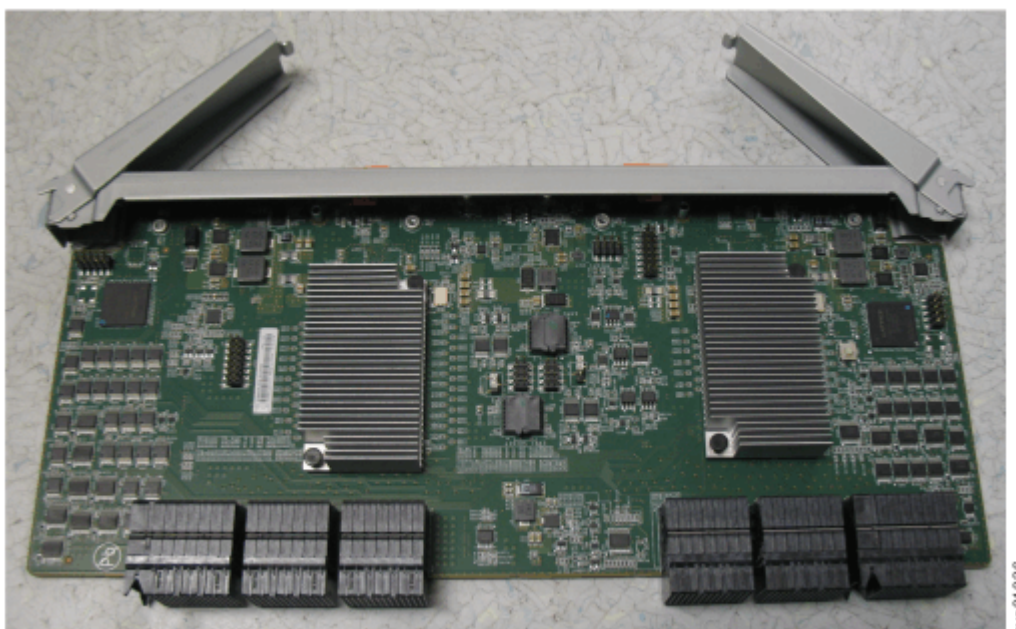

Figura 117. Módulo do expensor secundário removido do gabinete
5. Coloque o módulo do expensor secundário em um local seguro, conforme mostrado em Figura 117 na página 105.